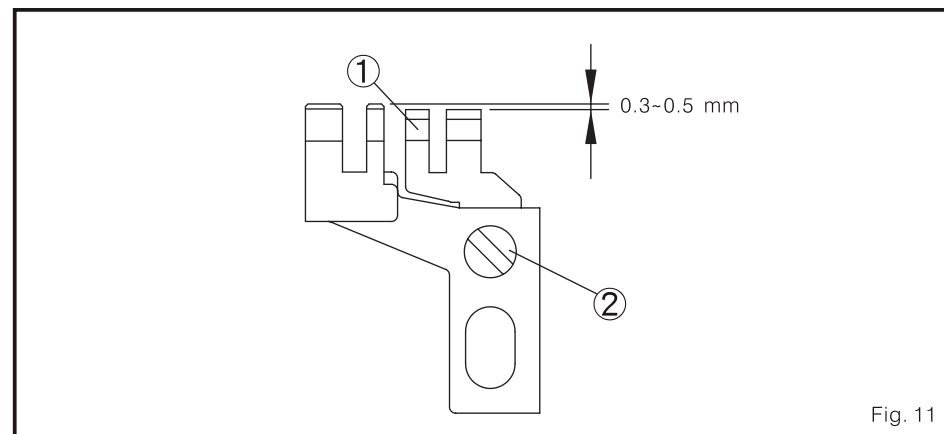

Fig. 11
3. ajuste a altura do transportador denteado auxiliar (Fig. 11)